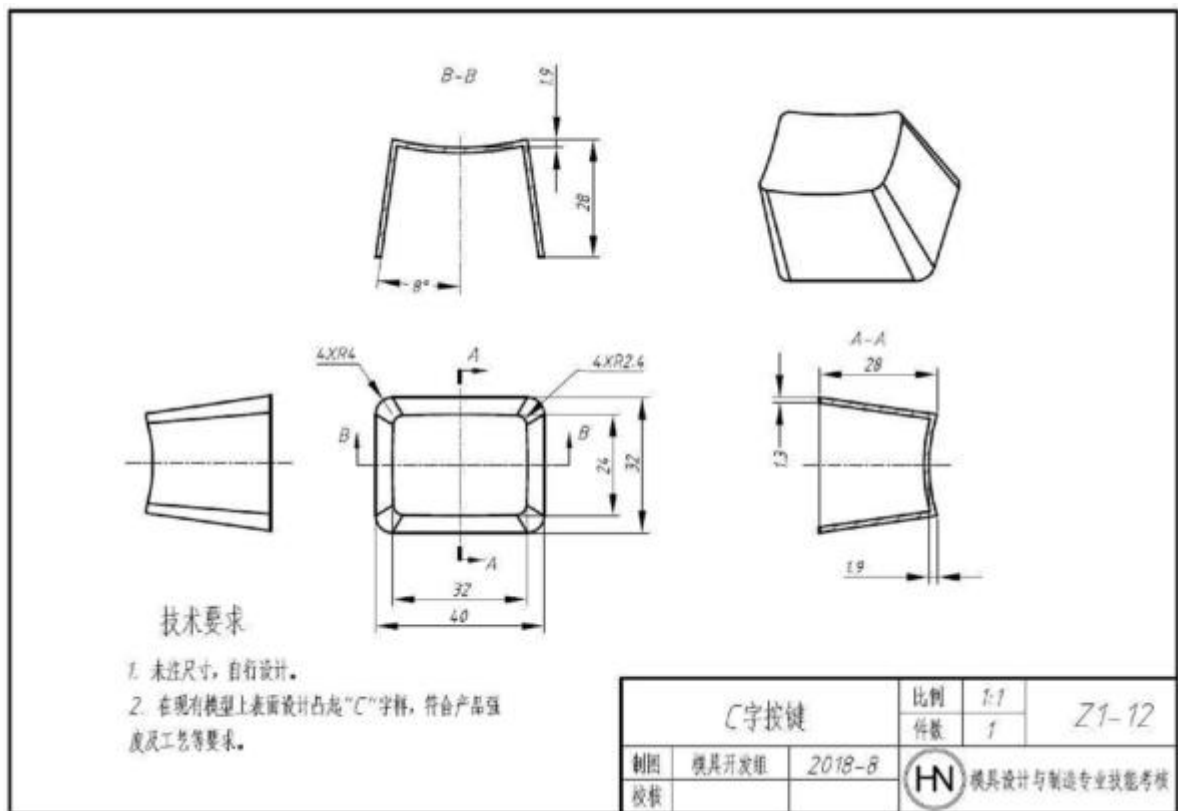

图 Z1-12 按键
按照图 Z1-12 的要求，对按键进行产品造型、结构与 3D 打印。
(1) 在 F 盘下建立考生文件夹，文件夹名称为“场次-工位号-3DDY”，产品设计与 3D 打印的结果文件均保存于此文件夹中，否则计零分；
(2) 根据图 Z1-12，使用 CAD 软件完成产品的三维建模；
(3) 进行产品改进设计：在顶部设计凸起的字母“C”，在内部设计与键盘的连接结构，使产品满足使用和安装工艺性要求。设计的产品模型以文件名“Z1-12”保存在考生文件夹中；
(4) 将产品三维模型转换为 3D 打印机可识别的格式，保存在考生文件夹中；
(5) 正确载入模型，调整到最佳位置；
(6) 合理设置与调整打印参数，充分考虑材料的利用率；
(7) 正确操作 3D 打印机，完成模型打印；
(8) 对打印的零件进行后处理（含去支撑、粘接等），不能对产品零有损伤；
(9) 产品材料：ABS。